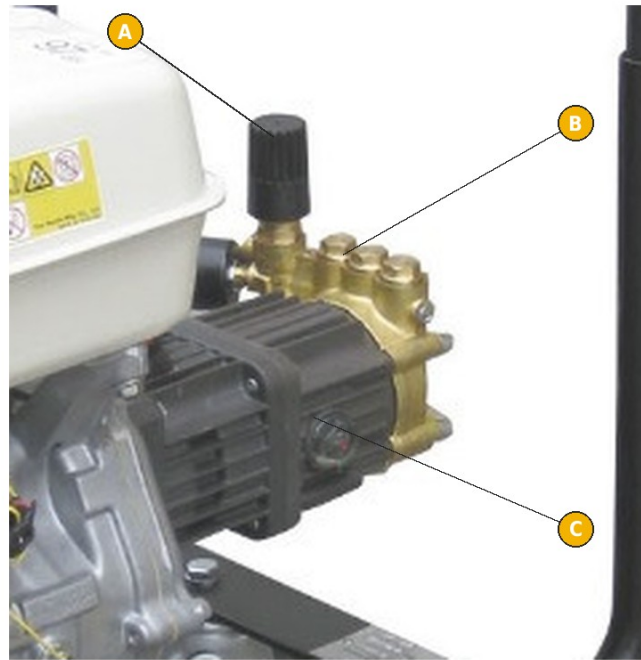

FIG. 2 — Bomba: A, manípulo de regulação da pressão; B, cabeça de latão com válvulas e uniões; C, visor de nível de óleo
- 1) Ajuste a pressão de trabalho com o manípulo de regulação da cabeça da bomba (FIG. 2, A): rodando no sentido horário a pressão aumenta e no sentido anti-horário diminui.